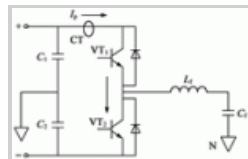

Рисунок 2-ноги сквозных схем защиты
(1) обнаружения ток шины (см. Рисунок 2)